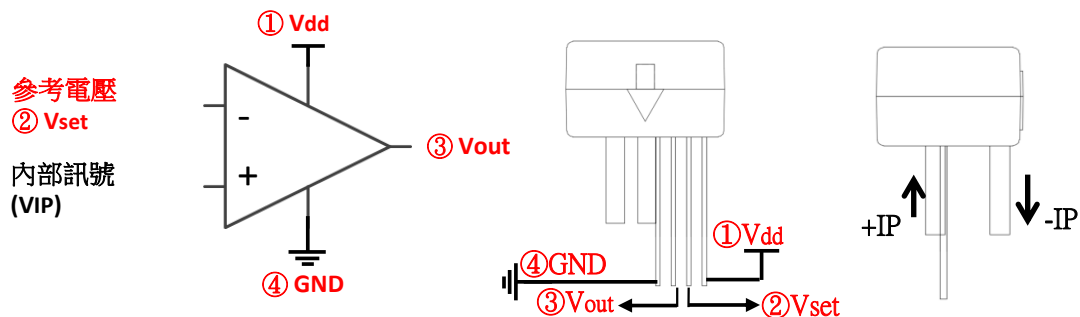

Fig. 2
3. 設定過電流值: V_{set} 與 V_{out} 開路, 如圖 Fig. 2, 於 V_{set} 接腳輸入上述量測電壓值。 V_{IP} 為內部 Hall 感測訊號, 會根據 IP 電流呈線性變化。
2.1 設定參考電壓 V_{set} : V_{set} 與 V_{out} 開路，如圖 Fig. 2，在 V_{set} 接腳輸入電壓範圍 $0 \sim V_{dd}$ 。